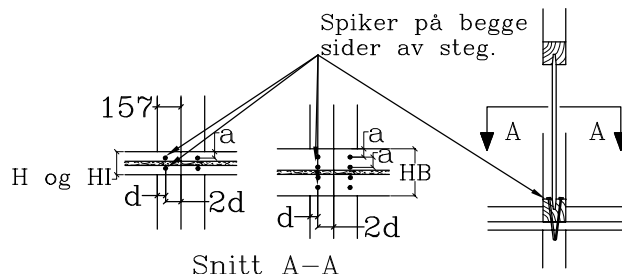

Fig. 3
- Tilleggslast på opplegg på grunn av strekk i mønelask, se fig 3.